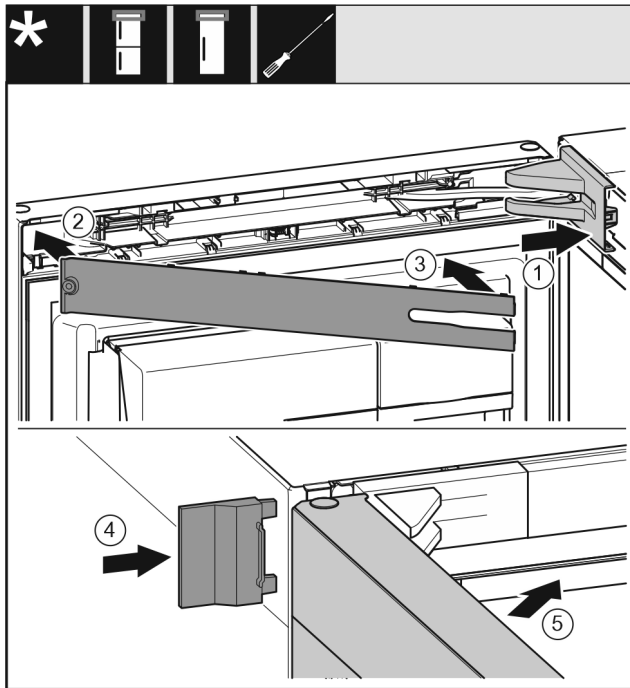

Fig. 44
- ▶ Lagerbockabdeckung Fig. 44 (1) aufsetzen und einrasten, ggf. vorsichtig auseinanderdrücken.
- ▶ Blende Fig. 44 (2) aufsetzen.
- ▶ Blende Fig. 44 (3) einschwenken und einrasten.
- ▶ Äußere Abdeckung Fig. 44 (4) aufschieben.
- ▶ Obere Tür Fig. 44 (5) schließen.